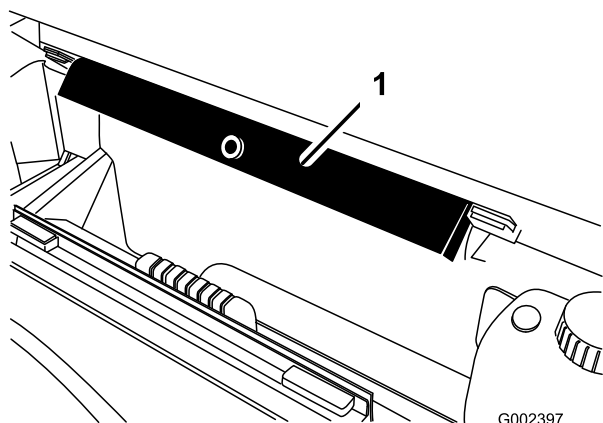

Figura 11
8. Scoatei suportul pentru platformă din suporturile de depozitare din spatele panoului ROPS (Figura 11).